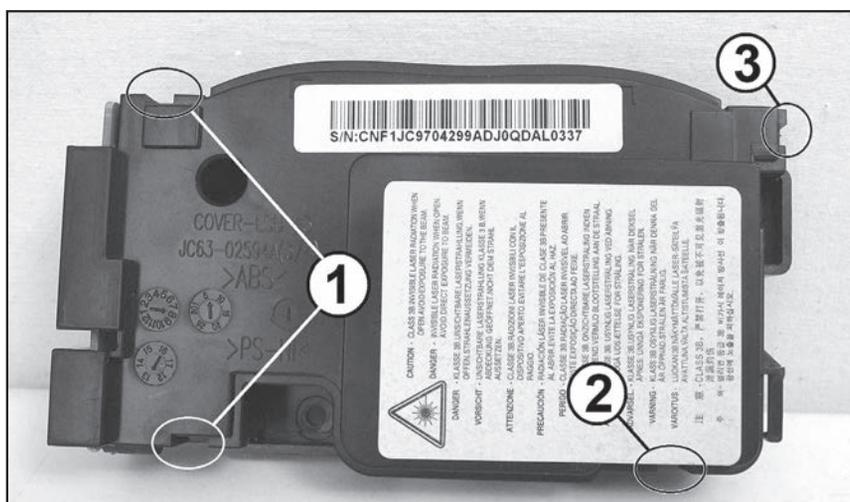

Рис. 33
Располагают блок линзой фокусировки луча лазера на фотобарабан от себя. Освобождают три фиксатора (1 и 2 на рис. 33) крышки блока, приподнимают вверх ее левую сторону, перемещают крышку вправо, освобождают ее с выступа (3) и снимают с блока. При необходимости очищают от загрязнений линзу (1 на рис. 34) фокусировки луча на фотобарабан, линзу (2) фокусировки луча лазера на